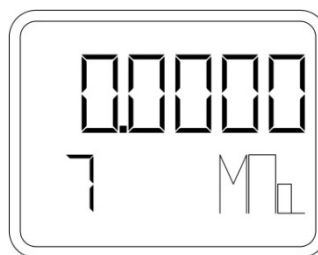

Рисунок 25 – Установка нуля
- При помощи кнопки «М» (или «S») зайти в пункт меню 7 (рисунок 25).